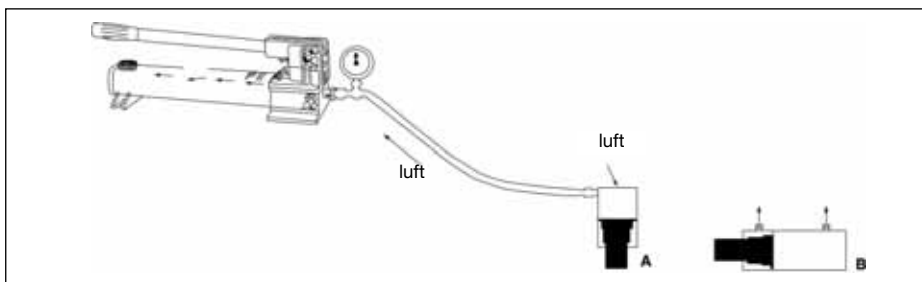

Bild 9
Att avlägsna luft ur hydraulsystemet hjälper cylindern att öka och minska mjukt och smidigt (se bild 9).
6.1 Pump med enkelverkande cylinder (A)
- Placera pumpen med kolvändan nedåt (uppåt om du använder en dragcylinder) Se bild 9 nedan.
6.2 Pump med dubbelverkande cylinder (B)
- Ställ cylindern i horisontellt läge med öppna portar. Se bild 9.